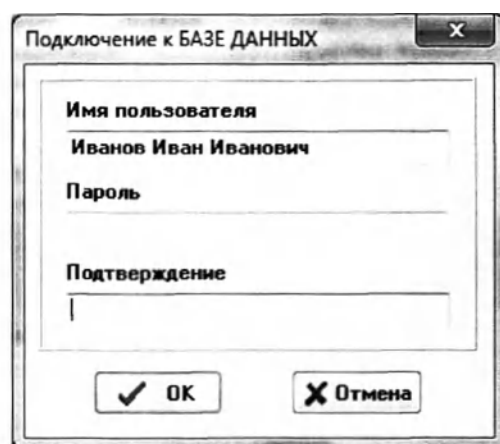

Рис. 4.45. Окно «Подключение к БАЗЕ ДАННЫХ».
- На клавиатуре нажать клавишу «Вниз». При этом на экране появится окно для ввода пароля «Подключение к БАЗЕ ДАННЫХ» (рис. 4.45). Здесь можно скорректировать имя пользователя, которое будет вводиться (выбираться из списка) каждый раз при запуске АРМ (см. рис. 4.1.1). В полях «Пароль» и «Подтверждение» можно набрать любое слово до 20 символов, которое будет использоваться в качестве пароля. Установка пароля не является обязательной. Затем нужно нажать кнопку «ОК». Если данные, введённые в полях «Пароль» и «Подтверждение» отличаются, на экран будет выведено соответствующее сообщение об ошибке, после чего нужно повторно ввести пароль.